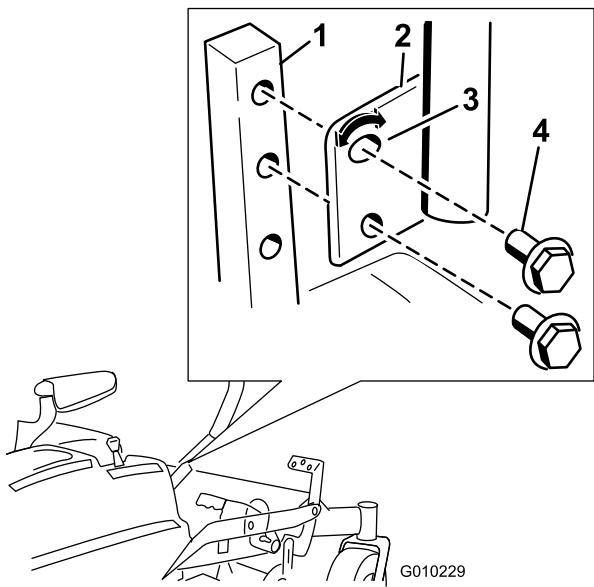

Bild 29
1. Entfernen Sie die beiden Schrauben, mit denen der Schalthebel am Schalthebelarm befestigt ist (Bild 29).
- Setzen Sie den Schalthebel in die nächste Lochposition. Befestigen Sie den Hebel mit den zwei Schrauben (Bild 29).
- Lösen Sie die untere Schraube genug, um den Schalthebel nach vorne oder hinten zu drehen (Bild 29). Ziehen Sie beide Schrauben fest, um den Schalthebel in der neuen Stellung zu arretieren.